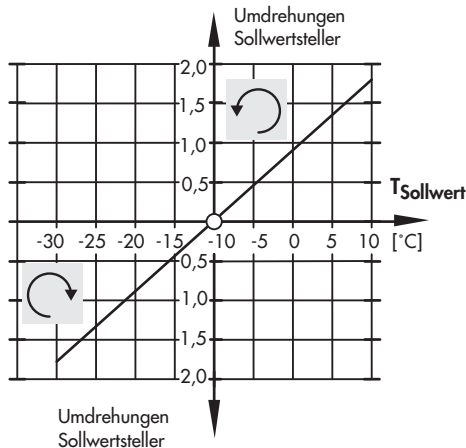

Bild 3 · Einstelldiagramm – bei Sollwerttemperatur $T_{\text{Sollwert}} = -10\text{ °C}$ (Schließpunkt) –
Vgl. hierzu Bild 2 und Bild 3
Zum Ändern der Sollwerttemperatur aus der Grundeinstellung heraus, kann nach Einstellendiagramm (Bild 3) vorgegangen werden. Dabei entspricht eine Umdrehung des Sollwertstellers einer Veränderung der Sollwerttemperatur von ca. 13 K.
- ▶ Die ermittelte Temperaturdifferenz dividiert durch 13 ergibt die erforderliche Umdrehungszahl mit der Sollwertschraube (vgl. Bild 3).
- ▶ Sollwertsteller (3) kontern (3.2) und Abdeckkappe (3.2) aufschrauben.